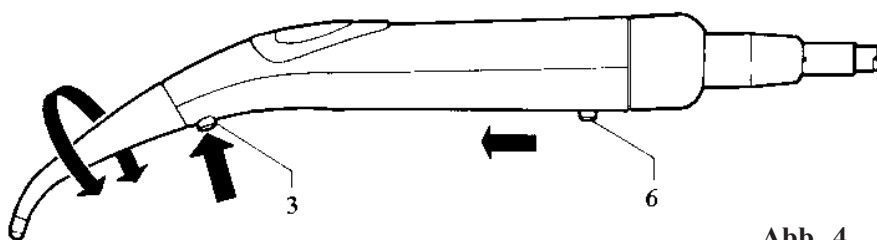

Abb. 4
- Die Spritze von der Speiseleitung abnehmen; das Gehäuse vom Spritzenteil abziehen (siehe Abb. 4, Seite 42) und unter laufendem Wasser bzw. mit Spirituslösung vor dem Sterilisieren säubern.
- Die Kanüle durch Betätigung der Taste (siehe Abb. 4, Seite 42) abnehmen und unter laufendem Wasser oder mit Spirituslösung vor dem Sterilisieren säubern.
Zum Abmontieren oder Sterilisieren dieser Teile wie folgt verfahren (Abb. 4):